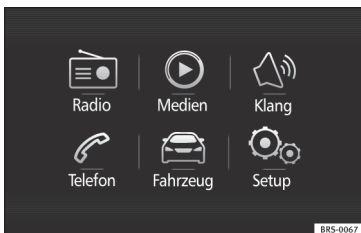

Abb. 44 Easy Connect: Hauptmenü.
- Auf die Infotainment-Taste  (MENU) und anschließend auf die Funktionsfläche (Fahrzeug)  (Fahrzeug) » **Abb. 44** oder die Infotainment-Taste  (CAR)